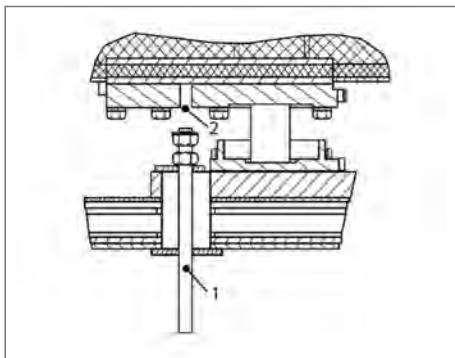

Fig. 79
3. Desatornille la varilla roscada (Fig. 79 | 1) y sáquela del agujero roscado del Palletank® (Fig. 79 | 2).
5. Desatornille la varilla roscada (Fig. 79 | 1) y retírela de la parte inferior.